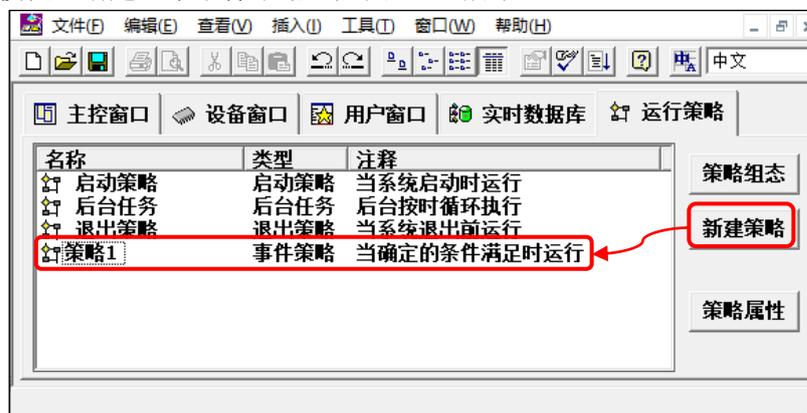

图 2.5-3 新建事件策略
- ③ 进入运行策略模块，新建一个事件策略，如图 2.5-3 所示：
- ④ 双击图 2.5-3 新建的【策略 1】，进入策略 1 的“策略组态”界面；